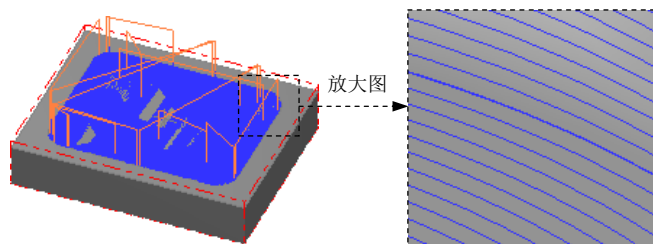

图 10.18 刀具路径
(1) 在“曲面精加工交线清角”对话框中单击 **交线清角精加工参数** 选项卡，在 **平行加工次数** 区域选中 **无限制** 单选项，然后在 **步进量** 文本框中输入值 0.2，取消选中 **限定深度(D)** 复选框。
(2) 设置间隙参数。单击 **间隙设置(G)** 按钮，系统弹出“刀具路径的间隙设定”对话框，在 **位移小于允许间隙时，不提刀** 区域的下拉列表中选择 **沿着曲面(s)** 选项并选中 **切削顺序最佳化** 复选框，其他参数采用系统默认设置值。单击 按钮，系统返回至“曲面精加工交线清角”对话框。
(3) 单击 按钮，同时在图形区生成图 10.18 所示的刀具路径。